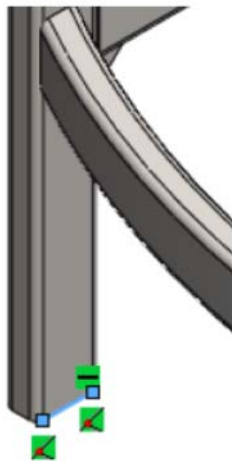

Рис. 1.27. Эскиз
1. Создайте эскиз на внутренней боковой грани ножки стола, как показано на рис. 1.27;